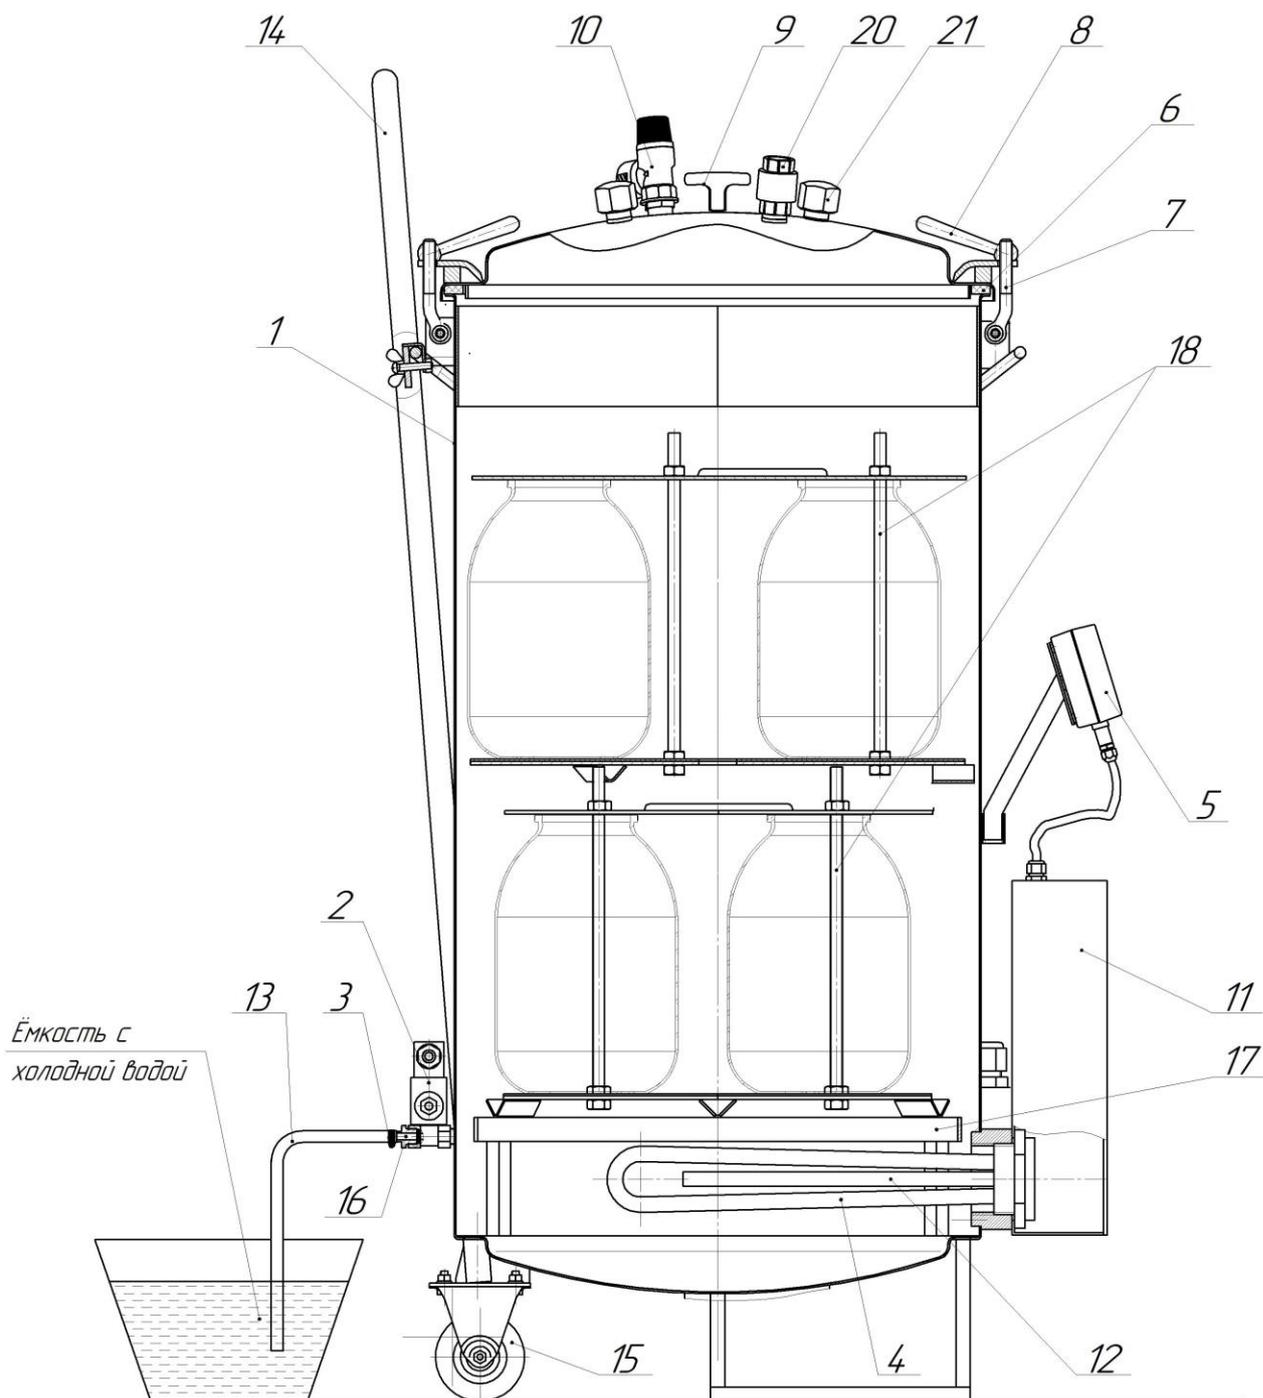

Рис. 1. Автоклав в сборе
Основные составляющие части автоклава показаны на рис. 1
- 1) С внешней стороны крышки поз. 9 (рис.1) с двух штуцеров поз. 21 (рис.1) открутить гайки колпачковые. К одному штуцеру подключить холодную сетевую воду используя подводку гибкую с внутренней резьбой ½ дюйма. Ко второму штуцеру подключить проводку гибкую с внутренней резьбой ½ дюйма для отвода нагретой воды в канализацию или иную емкость.
Автоклав позволяет в автоматическом режиме нагреть содержимое до заданной температуры (Нагрев), выдержать заданное время содержимое автоклава при заданной температуре (Стерилизация), охладить содержимое автоклава до заданной температуры (Охлаждение) и слить воду. Для предотвращения образования вакуума при сливе воды из автоклава на крышке автоклава установлен обратный клапан поз. 20 (рис. 1). Конструкцией автоклава предусмотрена возможность принудительного охлаждения содержимого автоклава, используя теплообменник. Подробное описание работы автоклава см. в разделе «Использование изделия».
Для защиты от брызг и пара при сливе воды с температурой свыше 100 °С, конец шланга слива 13 (рис.1) опустить в ведро (или другую ёмкость) с небольшим количеством холодной воды (водяной затвор) и закрепить его (например, привязав шланг к ручке ведра), иначе возможны хаотичные движения шланга с выбросом пара и горячей воды во все стороны в первые минуты слива воды.
- не вывинчивать ручки зажима крышки 8 (рис. 1) автоклава;
- при необходимости сбросить давление в автоклаве, повернув головку предохранительного клапана 10 (рис.1), до полного прекращения выхода пара (для предотвращения попадания пара на руку одеть защитную перчатку);
- вывинтить ручки 8 (рис. 1), отбросить болты 7 и снять крышку 9;